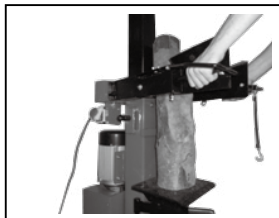
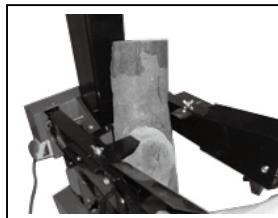

Fig.7
Fig.8
- Mettre la buche à fendre sur la base de fendage choisie, dans l'alignement du coin aiguisé et serrer la pièce de bois entre les deux leviers de commande comme sur la fig.7 et fig.8
Retirez la jauge fig.7 et vérifiez que le niveau soit entre le mini et le maxi fig.8